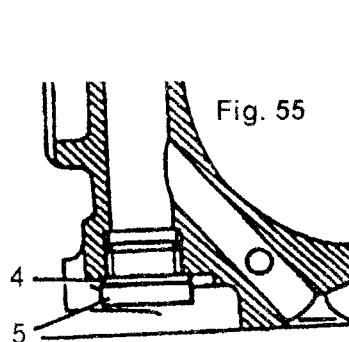

Fig. 55
Limpiar completamente el corredor de aceite. Ajustar el tapón frontal (5) con el cierre (4) (Fig. 55).